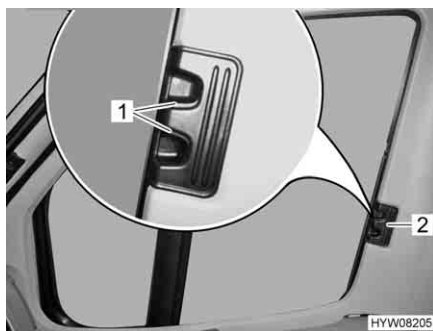

Fig. 91 Dispositif occultant plissé pour la fenêtre côté conducteur/passager
- Presser les poignées de déverrouillage (Fig. 91,1) et les maintenir pressées.
- Tirer les dispositifs occultants plissés pour les fenêtres côté conducteur et côté passager par la poignée (Fig. 91,2) vers l'autre côté de la fenêtre et les rassembler au niveau de la piste magnétique.
- Pousser les dispositifs occultants plissés pour les fenêtres côté conducteur et côté passager jusqu'à la butée au niveau de la poignée (Fig. 91,2).
- Lâcher les poignées de déverrouillage (Fig. 91,1) et les faire s'enclencher.